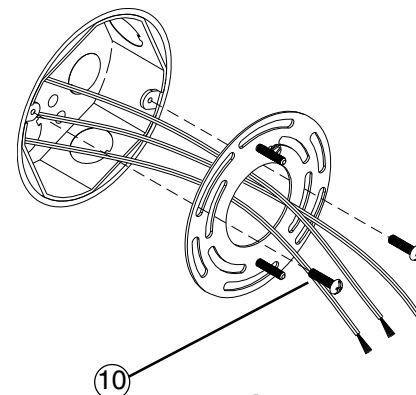

Figure 3
3. **L'électricité coupée au panneau disjoncteur ou au fusible**, rapprocher la plaque de montage (1) de la boîte de jonction et acheminer les fils d'alimentation par le trou central, placer l'unité avec les vis installées alignées a la verticale (après le montage) et les filets face a l'extérieur. Fixer a l'aide des vis (10) fournies. **Voir la fig. 3.**
3. **With the power turned off at circuit breaker box**, position Mounting Plate (1) near the junction box and feed supply wires through center hole, position with installed Screws aligned vertically (after mounting) and threads facing outward. Secure using 1" (10) Screws provided. **See Fig. 3.**
3. **Con la electricidad apagada** en la caja de cortacircuitos, coloque la Placa de Montaje (1) cerca de la caja de lambrado y alimente los alambres de suministro por el agujero de centro, coloque con los Tornillos instalados alineados verticalmente (después de montaje) e roscas mirando hacia afuera. Asegure usando Tornillos 1" (10) proporcionados. **Vea Fig. 3.**